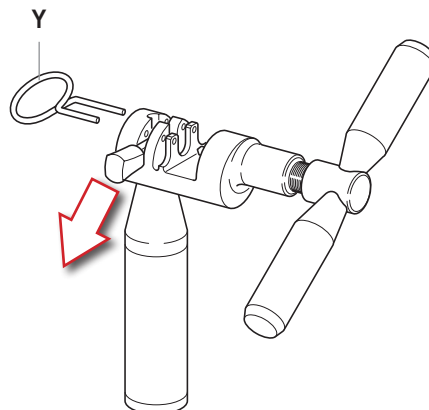

Abb.17
- Bereiten Sie das Werkzeug **UT-CN400 (12s) / UT-CN300 (11s / 12s)** vor, indem Sie die Stellflasche auf Verschließen stellen (Y - Abb. 17).